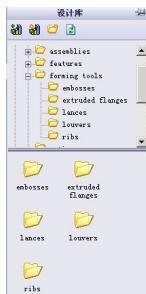
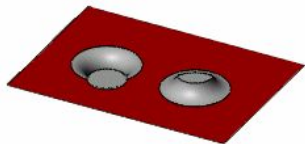

图 11-32 选择【forming tools】文件夹
图 11-33 改变方向
- (1) 打开钣金零件，在任务窗口中切换到 【设计库】选项卡，选择【forming tools】(成形工具) 文件夹，如图 11-32 所示。
- (2) 选择成形工具，将其从【设计库】任务窗口中拖动到需要改变形状的面上。
- (3) 按键盘上的 Tab 键改变其方向到材质的另一侧，如图 11-33 所示。